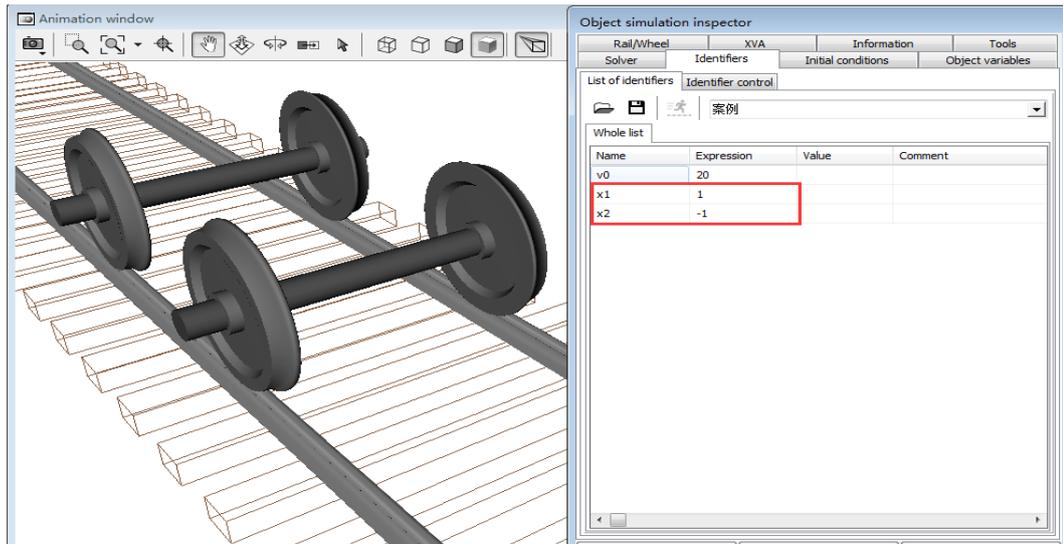

图 003-2 UM Simulation 仿真
2、进入 UM Simulation，在 **Analysis**→**Simulation**→**Identifiers** 下我们可以看见设置的标识符，其中 $x_1=1$ 表示轮对 1 向前移动 1 米， $x_2=-1$ 表示轮对 2 向后移动-1 米，如图 003-2；